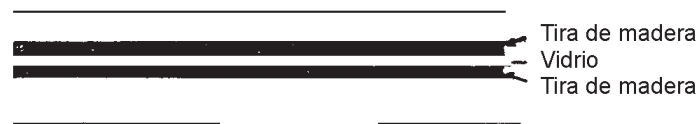

Figura 9
- Fija la ventana en el lugar en que quedará montada y coloca los vidrios posteriormente; clava las otras cuatro tiras de madera a cada rectángulo, de tal forma que los vidrios queden en medio de las tiras de madera (figura 9).